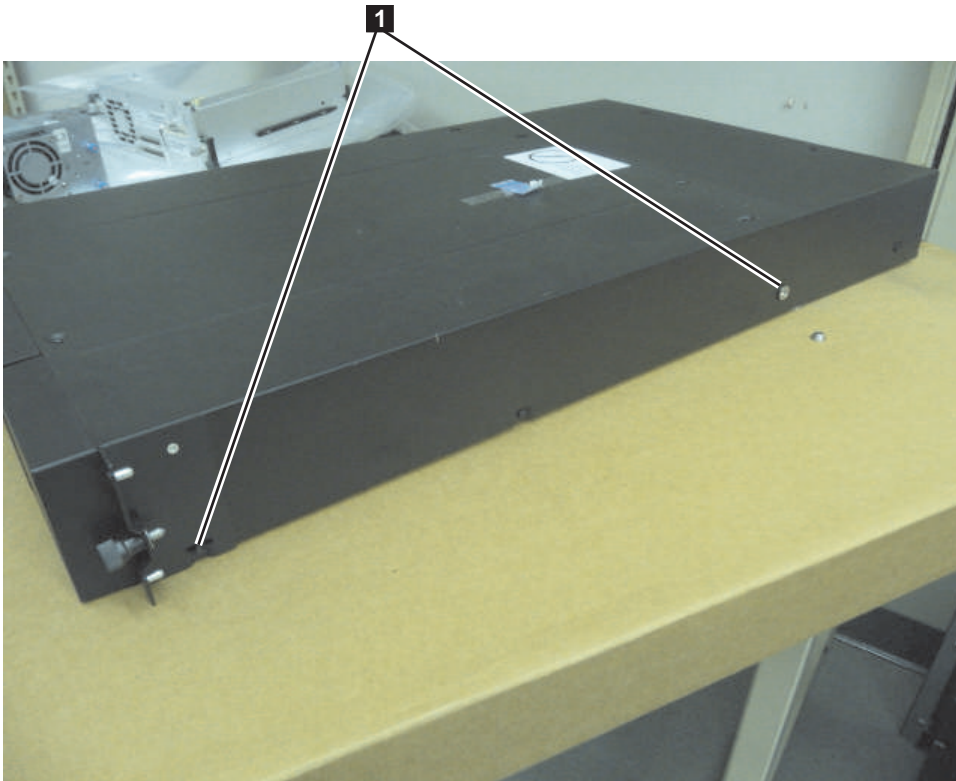

图 30. 2U 磁带库机架固定器和安装支架
4. 使用装运内容中包含的六角扳手将第 46 页的图 30 中所示的螺钉 (**1**) 卸下。4U 磁带库上的螺钉位置基本相同。
5. 使用机架工具包中最长的沉头螺丝将图 30 中所示的磁带库机架锚点 ( **2** ) 安装在磁带库的每一侧。